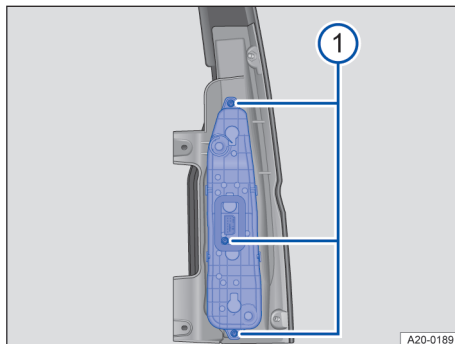

Fig. 175 La blocul optic spate: scoaterea soclului becului.
2. Desfaceți trei șuruburi cu șurubelniță → fig. 175 ①. Eventual introduceți o cheie potrivită.
3. Scoateți soclul lămpii → fig. 175.
1. Introduceți soclul lămpii cu atenție în blocul optic spate → fig. 175.
2. Fixați soclul becului cu cele trei șuruburi în blocul optic spate → fig. 175 ①.